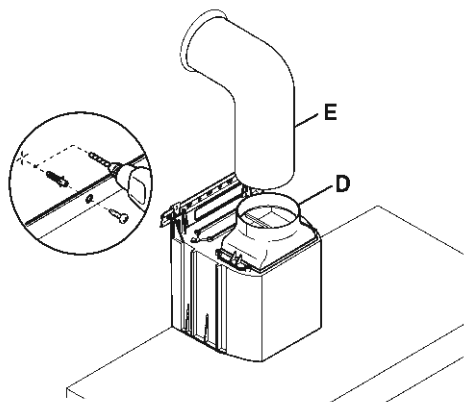

Fig. 3
- Annak érdekében, hogy a készülék le ne akadjon a falról az alulról jövő súlynyomás miatt, rögzítse a falhoz a dübelek és a megfelelőcsavarok segítségével, a megfelelő a rotor dobozon, vagy az elszívó belsejében található lyukakba helyezve azokat.( 3. Rajz – Fig.3 )